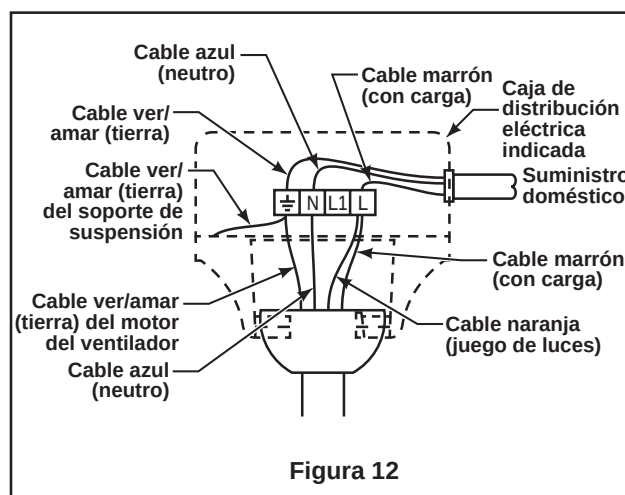

Figura 12
- ☐ 2. provistos de forma segura. Conecte el conductor blanco del motor del ventilador al conductor blanco (neutro) mediante el conector provisto de forma segura. Conecte el conductor negro del motor del ventilador y el conector azul al conductor negro mediante el conector provisto de forma segura. (Figura 12)